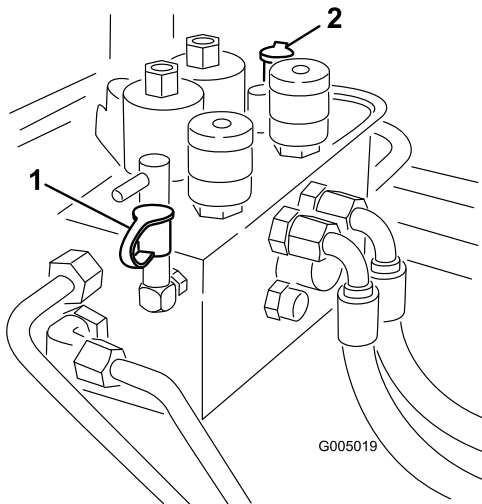

Figura 82
2. El punto de prueba B (Figura 82) se utiliza para localizar problemas en el circuito hidráulico de las unidades de corte delanteras.
3. El punto de prueba C (Figura 82) se utiliza para localizar problemas en el circuito hidráulico de las unidades de corte traseras.